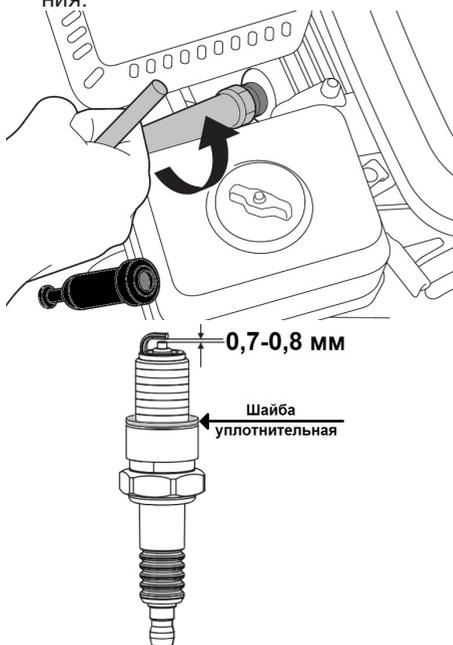

Рис. 17 Обслуживание свечи зажигания
4. Измерьте зазор между электродами свечи зажигания специальным щупом. Зазор должен быть 0,7-0,8 мм (Рис. 17). При увеличении, или уменьшении требуемого зазора, рекомендуется заменить свечу, так как регулировка зазора может привести к изменению качества искрообразования.